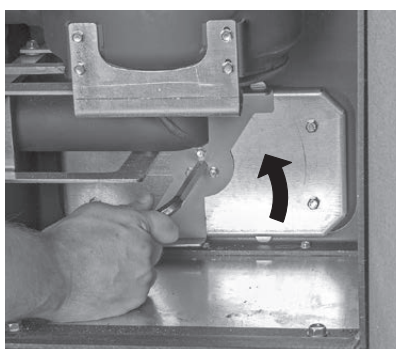

Fig. 43 Tourner la poignée dans le sens contraire aux aiguilles d'une montre
- ▶ Remettre le couvercle des surfaces d'échange en place et tourner à nouveau la poignée à fond dans le sens contraire aux aiguilles d'une montre Fig. 43.